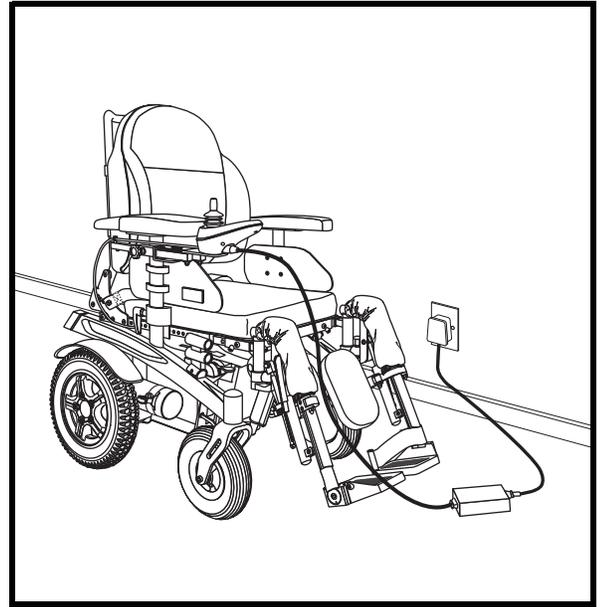

Figure 26. Recharge des batteries
3. Branchez le chargeur externe dans le réceptacle du chargeur/ programmation sur le module de contrôle. **Voir la figure 26.**